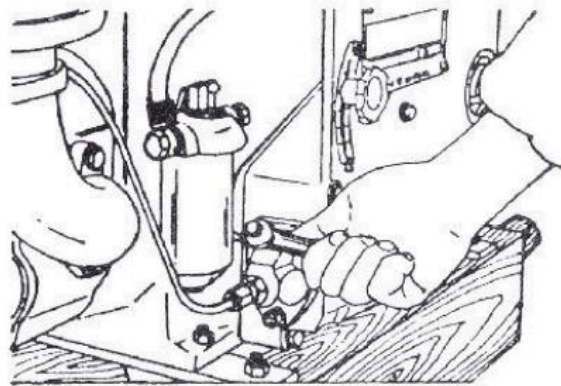

Fig. 4 Soltar o parafuso de retorno na bomba de injeção de combustível para deixar sair o ar, se houver
- Soltar o parafuso de retorno na bomba injetora ou soltar a conexão de combustível dos tubos, de modo que o ar, se houver, na tubulação do combustível pode sair. Quando for observado que o combustível está sem bolhas de ar, reapertar o parafuso de retorno ou as conexões (Fig.4).